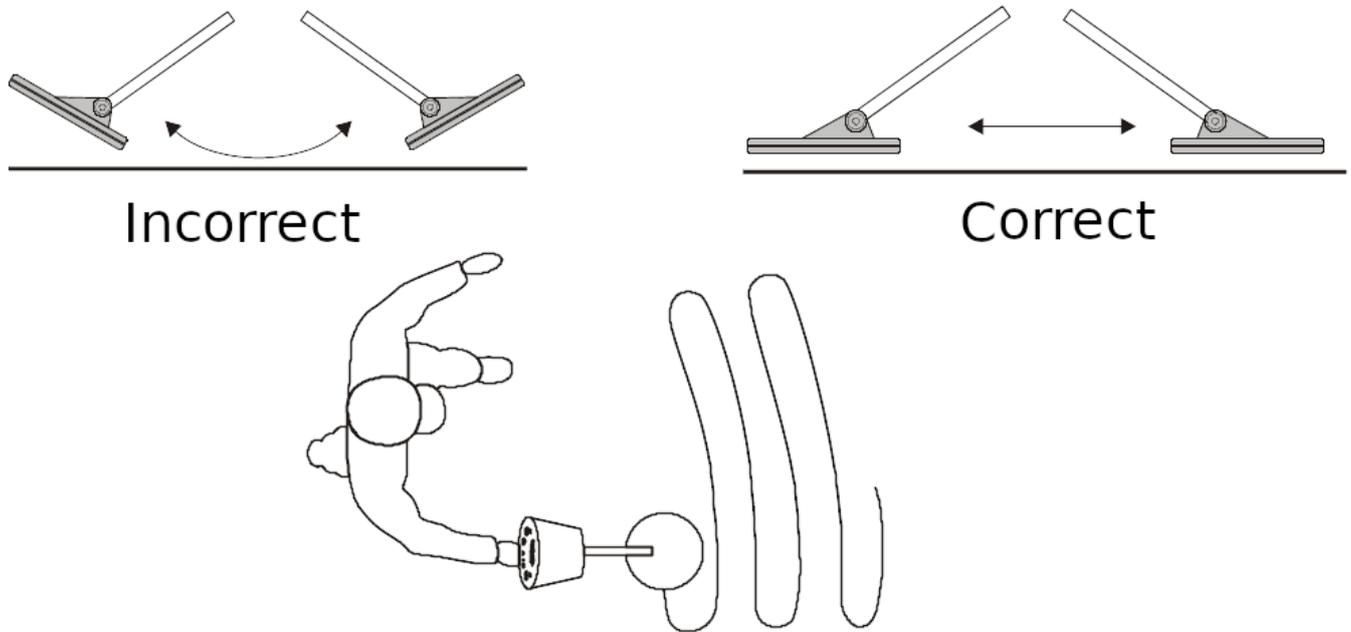

Fig.15 Mouvement de balayage
2. Effectuez des mouvements lents en forme de serpentins (Voir Fig. 15 Mouvements de balayage)